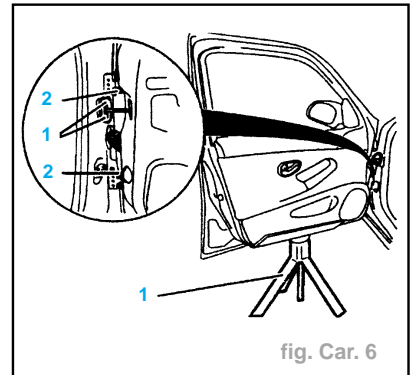

fig. Car. 6
- Déposer (fig. Car. 6) :
- les fixations (1)
- les fixations (2)
- la porte et la maintenir sur les chandelles (1)